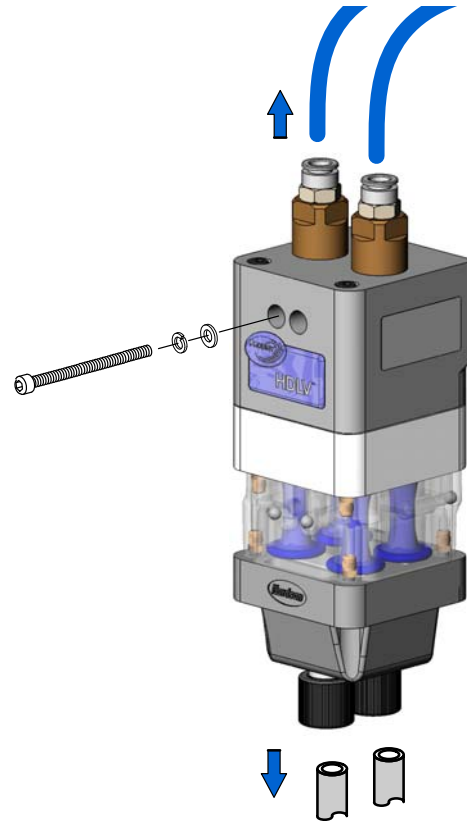

Figura 9 Preparação da desmontagem
1. Consulte a figura 9. Desligue as linhas de ar de limpeza do topo da bomba.